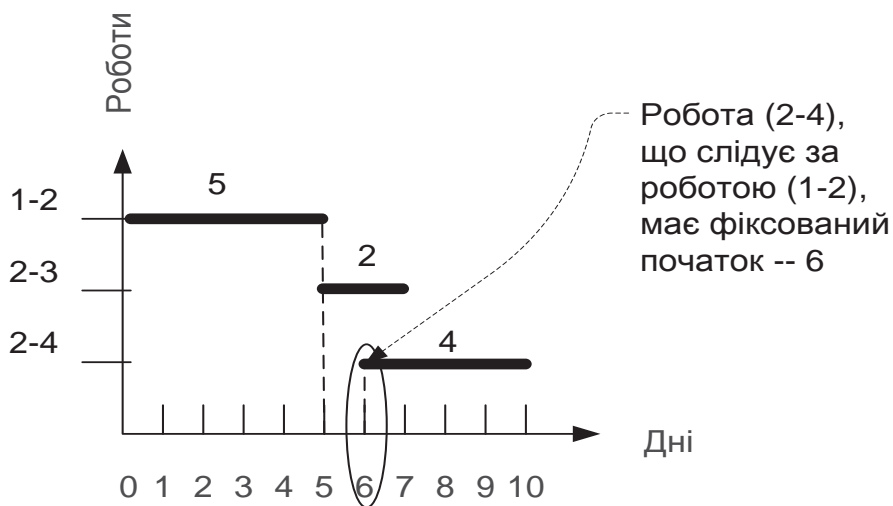

Рис. 5.26. Робота з фіксованим початком
1. Робота, що має фіксований початок, починається у вказаний період часу. Наприклад, робота (2-4) має тривалість 4 і фіксований початок – 6. Безпосередньо передуюча їй робота (1-2) закінчується в 5, проте це не впливає на початок роботи (2-4). Вона все одно почнеться на 6 день, як вказано в обмеженні на її початок (рис. 5.26).